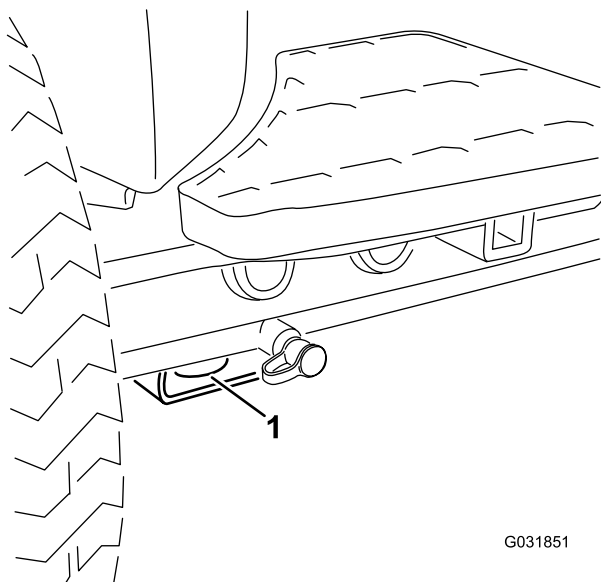

Рисунок 65
- **Передняя часть машины** — отверстие в прямоугольной подкладке под трубой моста, рядом с внутренней стороны каждого переднего колеса (Рисунок 65).